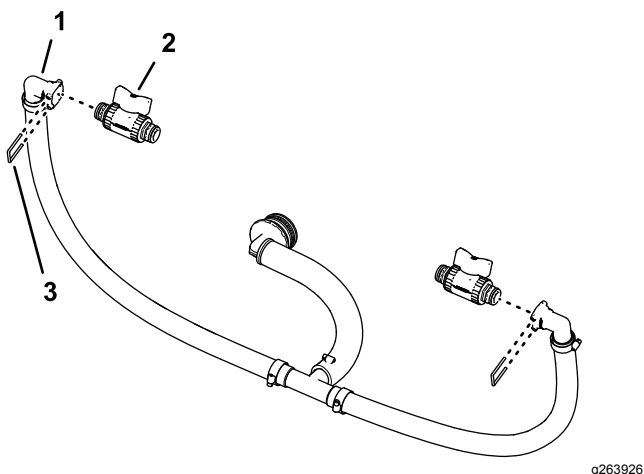

Рисунок 92
1. Как показано на Рисунок 92, снимите держатель с прямоугольного быстроразъемного штуцера.
2. Установите отсечной клапан на гнездо быстроразъемного штуцера (Рисунок 92).
4. Подсоедините отсечной клапан и держатель, снятые при выполнении пункта 1 в разделе Демонтаж перепускного шланга секции \(страница 34\), к другому быстроразъемному гнездовому штуцеру (Рисунок 92).